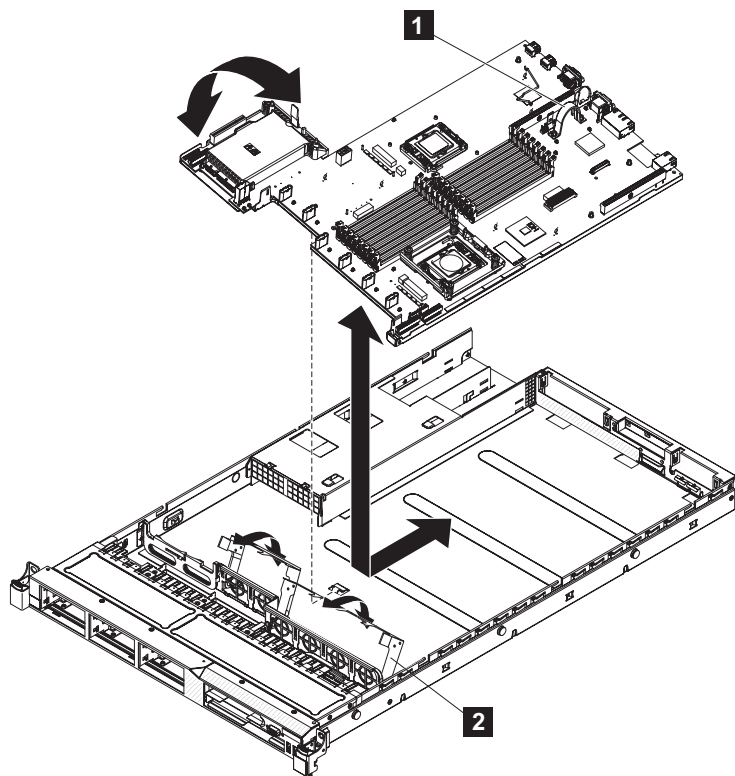

図 289. SAN ボリューム・コントローラー 2145-CG8 または 2145-CF8 システム・ボードの取り外しと交換
2. 電源機構ユニットから遠い方のシステム・ボード・アセンブリーの側面を、キャッチの下に置きます。システム・ボードの反対側を、シャーシ内に平らになるまで下げます。背面コネクターをサーバーの背面の穴に位置合わせし、図 289 に示すように、システム・ボードをノードの背面に向けてスライドさせます。